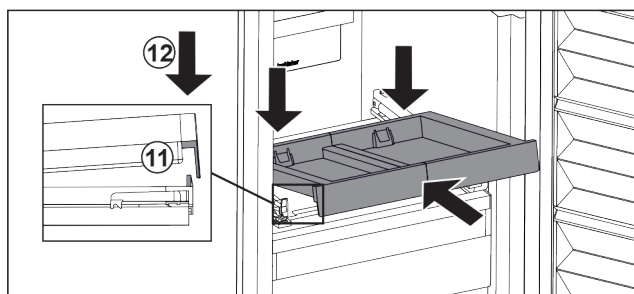

Fig. 121
- ▶ 倾斜推入。确保两侧的挡块位于卡舌后面。 Fig. 121 (11)
- ▶ 放下拉出式搁板前部。 Fig. 121 (12)